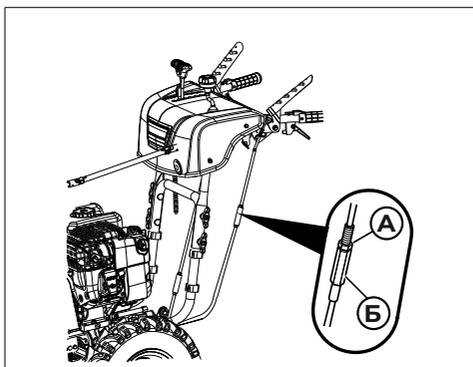

Рис. 41
2. Одним гаечным ключом зафиксируйте регулировочную гайку (рис. 41, поз. Б), а другим ослабьте контргайку (рис. 41, поз. А).
3. Отпустите рычаг рулевого управления. Поворачивайте регулировочную гайку (рис. 41, поз. Б) против часовой стрелки или по часовой стрелке до тех пор, пока трос не натянется. Не затягивайте его слишком сильно. Функция управления будет активирована только при расцепленном рулевом управлении.
4. Отрегулировав, зафиксируйте регулировочную гайку (рис. 41, поз. Б) и затяните контргайку (рис. 41, поз. А).